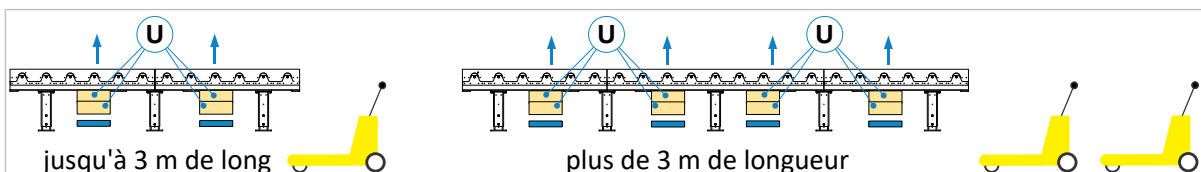

Figure 7 : transport avec transpalette manuel
Utiliser une ou plusieurs planches en bois (U) pour permettre au transpalette manuel de passer sous le convoyeur à rouleaux aux endroits marqués sur ⇒ Figure 7. Introduisez les fourches aux endroits marqués et soulevez le convoyeur à rouleaux avec précaution et de manière uniforme. Conduire ensuite le convoyeur à rouleaux jusqu'à son lieu d'utilisation définitif et l'y déposer.